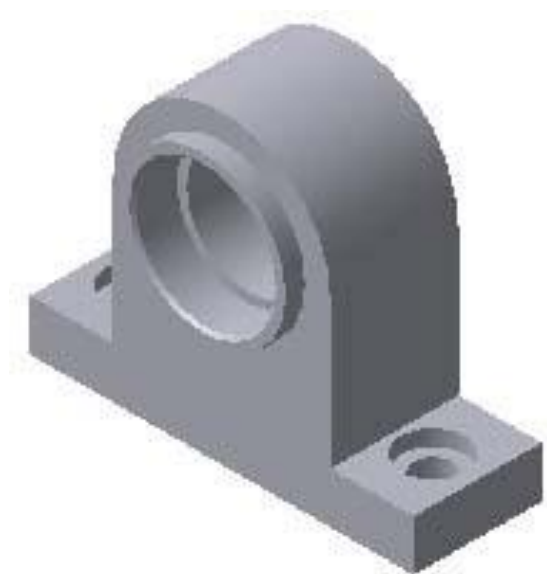

Рисунок 4.14 – Деталь корпус
15. У підсумку одержимо (рис. 4.14):